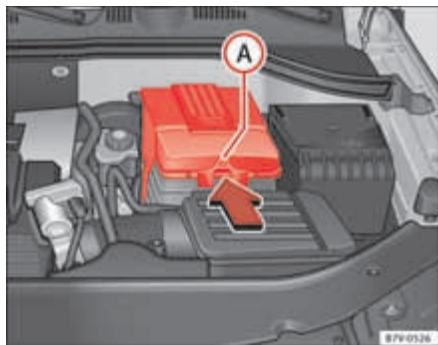

Abb. 170 Im Motorraum: Abdeckung für die Fahrzeugbatterie abnehmen.
- *Bei einer Abdeckung:* Auf die Lasche ⇒ **Abb. 170**  in Pfeilrichtung drücken und Abdeckung nach oben abnehmen.